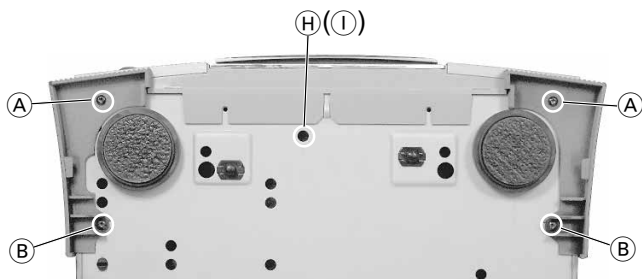

Fig. 1
- 2 Schrauben (A) und 2 Schrauben (B) herausdrehen (Fig. 1).
- Durch die Bodenöffnung (H) (Fig. 1) das Antriebsrad (I) (Fig. 7) mit einem Schraubendreher gegen den Uhrzeigersinn solange drehen, bis die Schublade 1cm ausgefahren ist. Die Schublade kann nun nach außen gezogen werden.
- Undo 2 screws (A) and 2 screws (B) (Fig. 1).
- Insert a screw driver into bottom hole (H) (Fig. 1) and turn the driving wheel (I) (Fig. 7) counterclockwise until the tray is opened 1cm. The tray can now be pulled out by hand.